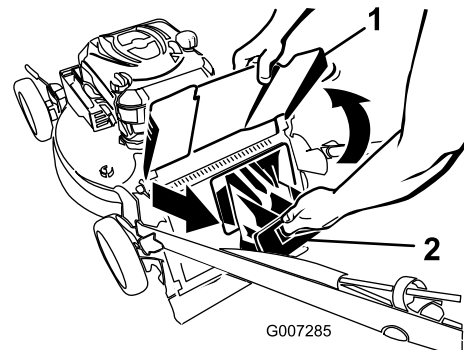

Figure 2
2. Soulevez le déflecteur d'éjection et gardez-le dans cette position (Figure 2).
3. Retirez l'obturateur d'éjection arrière (Figure 2).